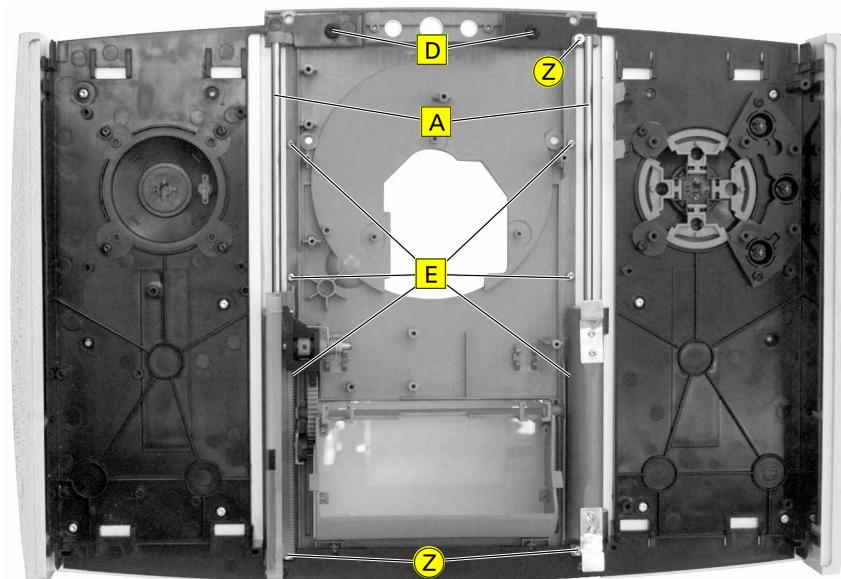

Fig. 11
- 3 Schrauben **Z** herausschrauben und die 2 Achsen **A** herausnehmen (Fig. 11).
- 2 Schrauben **D** und 6 Schrauben **E** herausschrauben und die CD-Bodenplatte herausnehmen (Fig. 11).
- Undo 3 screws **Z** and remove the 2 shafts **A** (Fig. 11).
- Undo 2 screws **D** and 6 screws **E** and take out the CD bottom plate (Fig. 11).